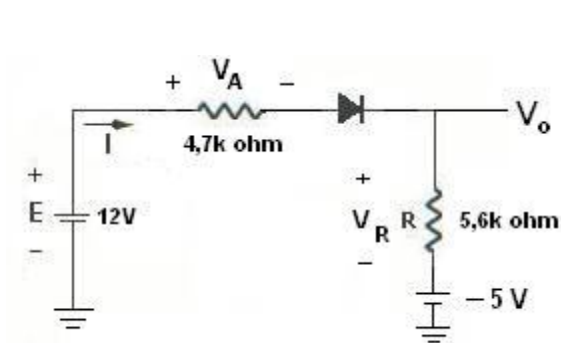

Figura 3.11 – Circuito proposto 3.
3. Analise o circuito da Figura 3.11 e determine  $I$ ,  $V_a$ ,  $V_R$  e  $V_o$ .